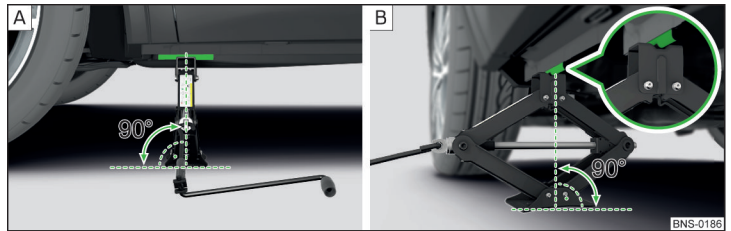

Abb. 342 Wagenheber ansetzen
- › Die Grundplatte des Wagenhebers mit der gesamten Fläche auf einem geraden Untergrund stellen, sodass sich der Heber in senkrechter Position zum Aufnahmesteg befindet » **Abb. 342** - **[A]**.
- › Den Wagenheber mit der Kurbel so weit hoch drehen, bis die Klaue des Hebers den Steg umfasst » **Abb. 342** - **[B]**.